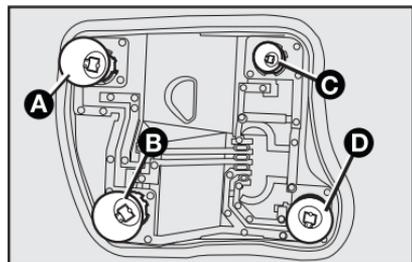

fig. 25
- quite la lámpara que va a ser sustituida **A**, **B**, **C** o **D**-fig. 25, girando en el sentido antihorario;